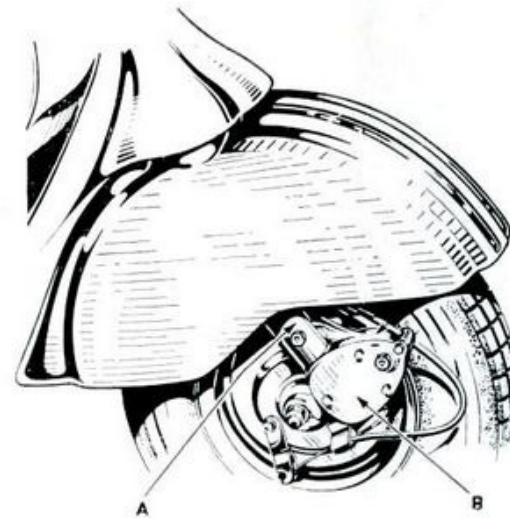

Fig. 2
Anteriore (fig. 2): a bielle di rimando, con sfera di estremità, che comprime, mediante interposizione di un pistoncino, una molla elicoidale a passo variabile, sistemata nell'interno dei tubi (A) della forcella. I gruppi, ermeticamente protetti dall'acqua e dalla polvere, lavorano nel grasso contenuto nelle scatole (B): esso consente una lunga durata senza alcuna manutenzione.